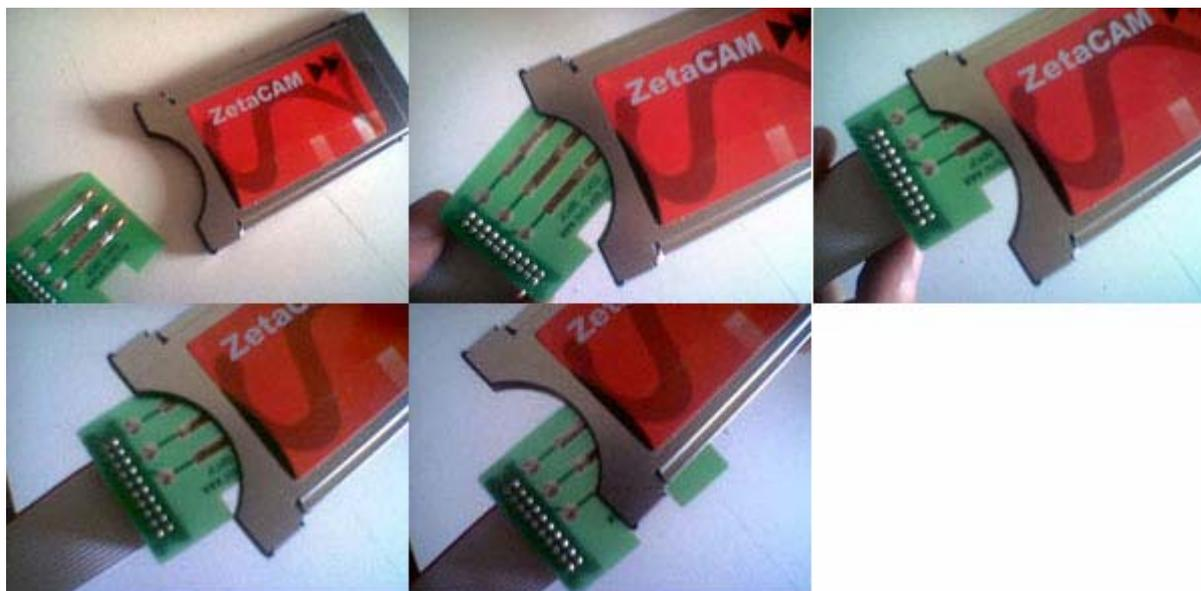

Fig. 7
- Führen Sie die J-Card ein, wie es auf dem Bild zu sehen ist, (**Achtung**: es ist sehr wichtig, dass die J-Card zunächst schräg eingeführt ist, wie aus dem zweiten Feld in Bild 7 ersichtlich ist).